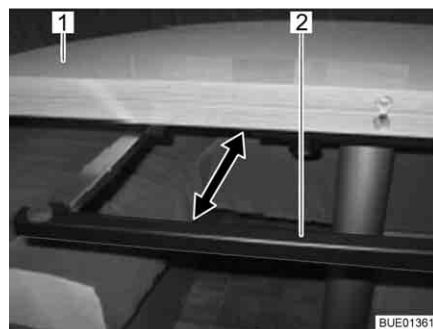

Fig. 96 Estribo de soporte
- Extraer el estribo de soporte (Fig. 96,2) debajo del tablero de la mesa (Fig. 96,1) hasta el tope.